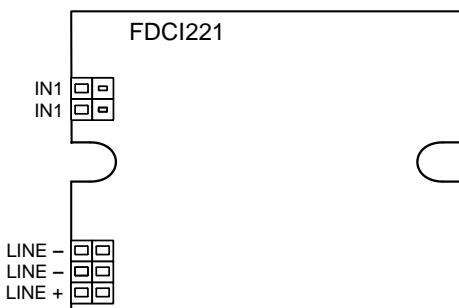
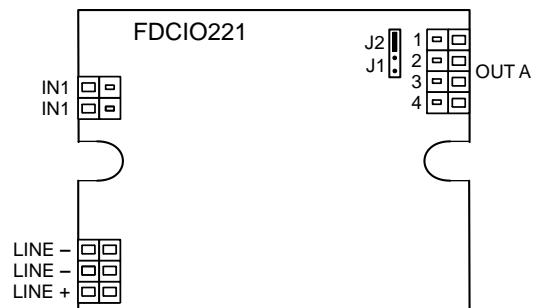

Fig. 13
Fig. 14
1. Connect the cables to the terminals as shown in the connection diagram (Figs. 13 and 14).
1. Schließen Sie die Kabel gemäß dem Anschluss-schema an den Klemmen an (Fig. 13 und Fig. 14).